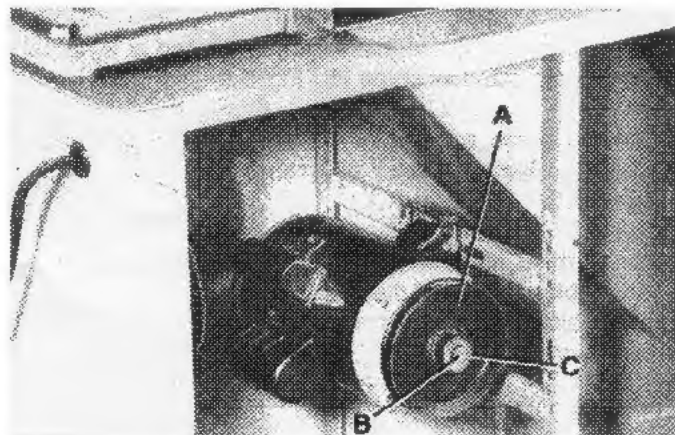

FIGURE 4
Assemblez la poulie du moteur (A) Fig. 4, sur la tige du moteur (B) tel qu'illustré. Assurez-vous que la clé de retenue (C) est dans le chemin de clé entre la poulie et la tige du moteur. Serrez la vis sans tête de la poulie.